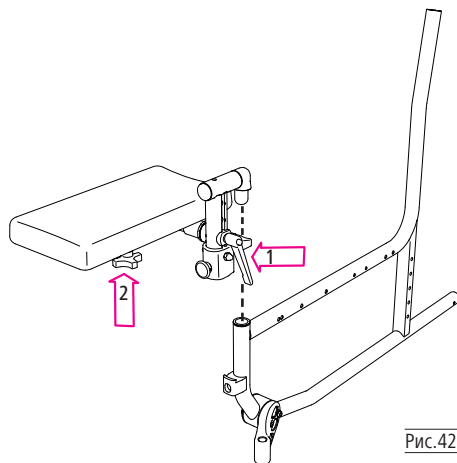

Рис.42
1. Послабте гвинт із зіркоподібною ручкою (2, рис. 42).